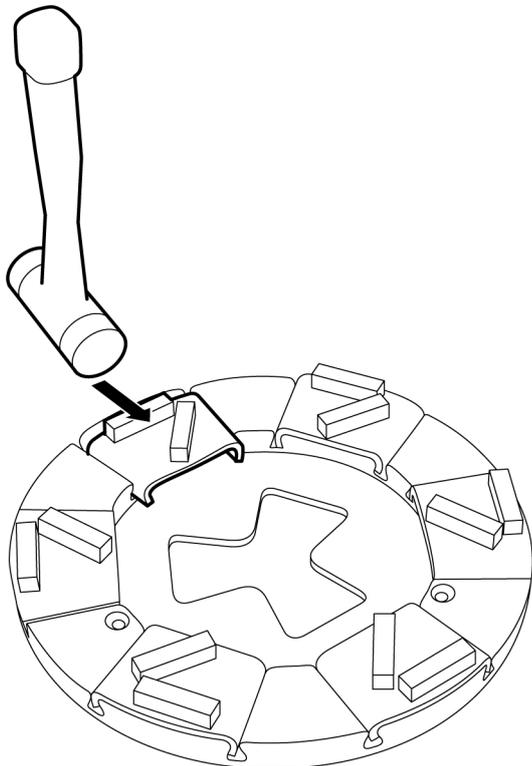

Abbildung 4-5. Lösen der Schleifwerkzeuge
1. Lösen Sie das Schleifwerkzeug durch einige leichte Schläge mit einem Gummihammer, bis sich die Verriegelung lockert, siehe *Abbildung 4-5, Seite 17*. Heben Sie anschließend das Werkzeug aus der Führung.